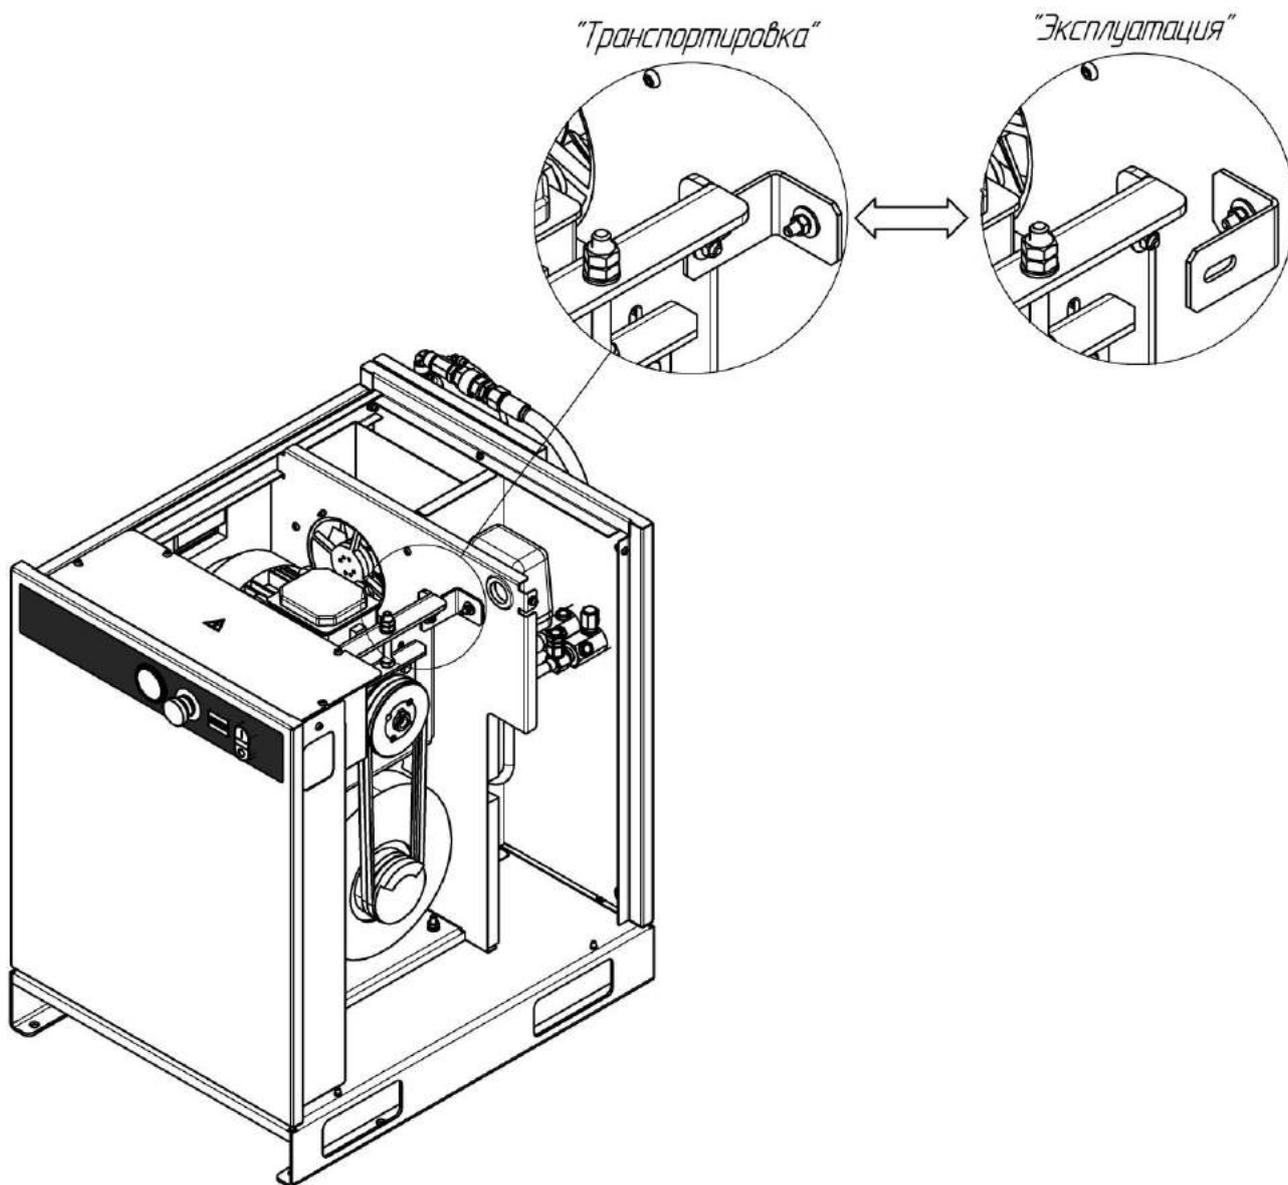

Рисунок 4
- 4) Снять верхнюю и боковую панели (рис. 4).
- 5) Установить транспортировочный кронштейн красного цвета в положение «эксплуатация» (рис.4).